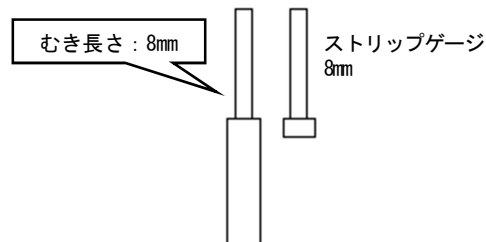

図8 ストリップゲージ
2. ストリップゲージ(図8)に合わせて電線の被覆をむいてください。